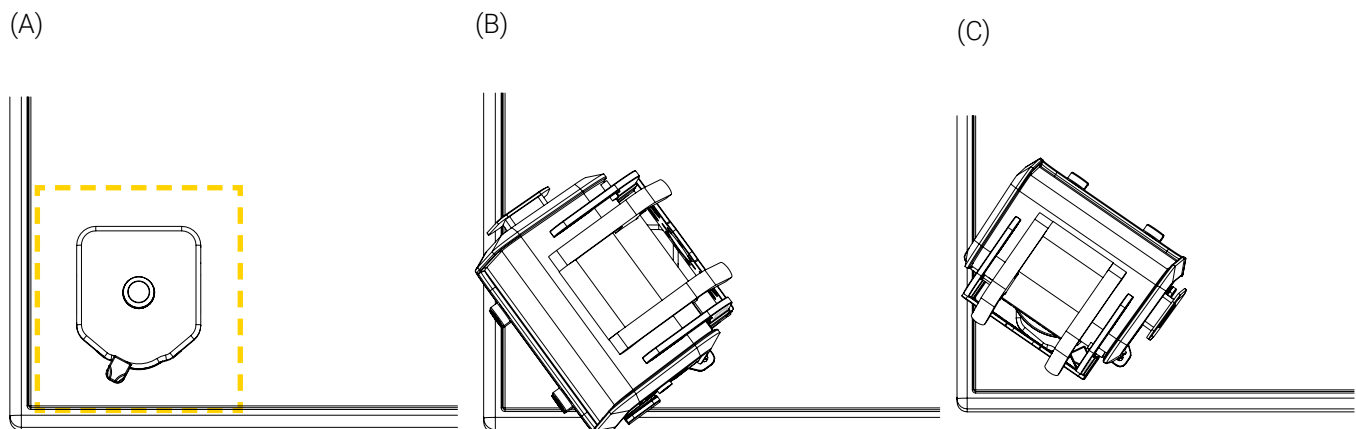

Figure 13: Dégagement du périmètre
2. S'assurer que l'emplacement de l'installation est assez grand pour faire tourner le support de fixation et l'appareil médical jusqu'à 360 ° dans le sens horaire ou antihoraire une fois installés sur la Base de Fixation Universelle (Figure 13). Le dégagement requis dépendra de la grosseur de l'appareil médical et son support de fixation, où le système de fixation est positionné et de son environnement.